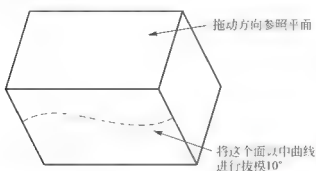

图 5.88 原始实体特征
(1) 中性曲线不分割拔模：下面以具体示例说明这种拔模的具体操作步骤，将图 5.88 所示的实体前表面进行 10° 拔模。
步骤4：在操控板【拖动方向】收集器中单击将其激活，然后选取模型的上表面作为拖动方向，如图5.88所示。
下面以示例说明这种拔模的具体操作步骤，将图5.88所示的实体前表面以中曲线分割拔模，拔模角度上面为15°，下面为10°。